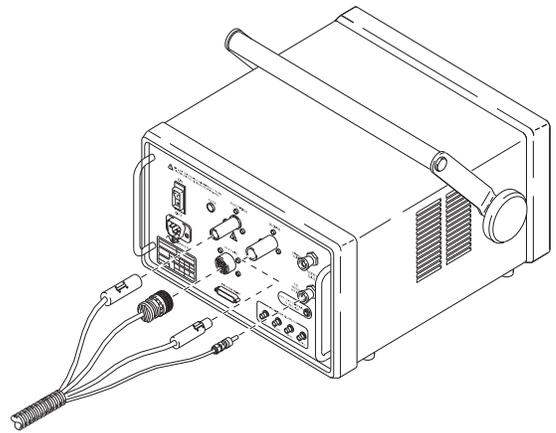

図3：モーター・モジュール・コネクタ
1. モーター・モジュールをパワー・サプライに取り付ける際は、以下の手順に従って、4つのコネクタをパワー・サプライ背面パネルに接続してください (図3)。